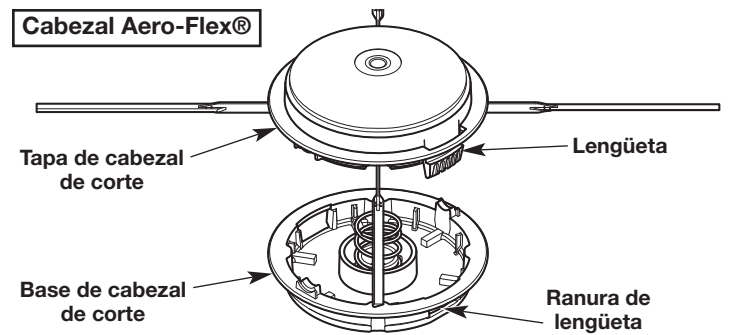

Fig. 9
3. Alinee las lengüetas de la tapa del cabezal de corte con las ranuras de la base del cabezal de corte (Fig. 9). Empuje la tapa del cabezal de corte de la base del cabezal de corte hasta que las dos lengüetas queden insertadas a presión.
2. Desconecte el tapón del cabezal de corte de la base del cabezal de corte: Presione con firmeza una lengüeta del tapón del cabezal de corte (Fig. 9). Utilice el pulgar para presionar la lengüeta. Si es necesario, utilice un destornillador de cabeza plana:
- c. Mientras sostiene el destornillador en el lugar, gírelo suavemente para destrabar la lengüeta del panel de las ranuras (Fig. 9).